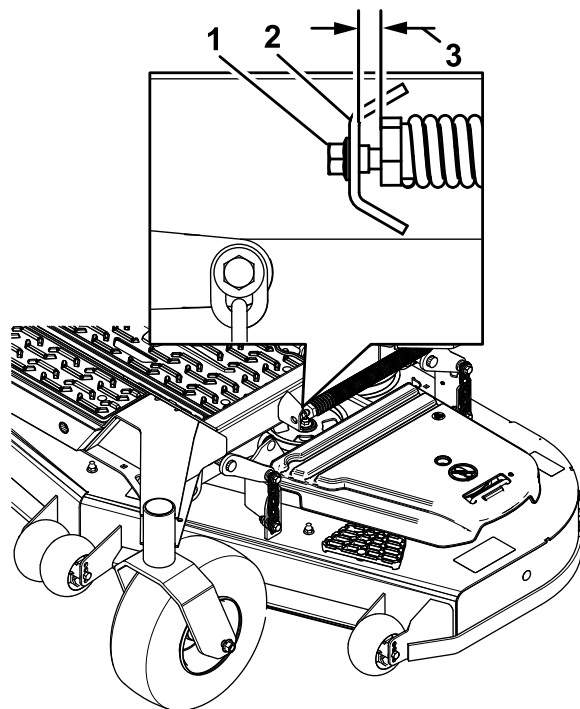

**Figura 82**
7. Controllate il livello della lama in direzione longitudinale (Figura 82). Accertate che la punta della lama anteriore sia più bassa della punta della lama posteriore mostrata nella tabella dell'angolo di spoglia e dell'altezza del blocco. Per eventuali regolazioni, continuate la procedura.